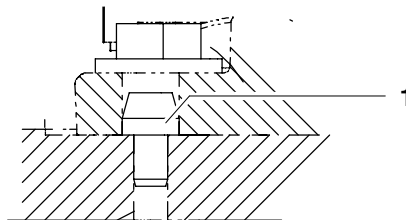

Fig. 59 Boulon d'appui
- (1) Vérifier les deux boulons d'appui (Fig. 59/1) pour s'assurer qu'ils sont bien serrés et non endommagés.
- (1) Vérifier les boulons d'appui (Fig. 59/2) pour s'assurer qu'ils sont bien serrés et non endommagés.